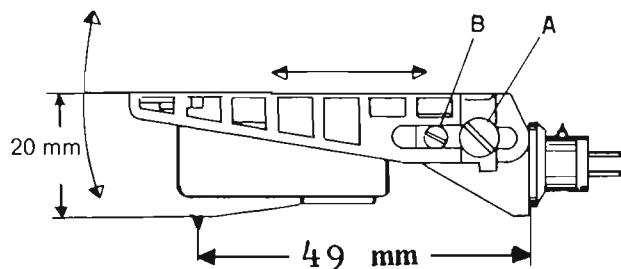

Fig. 4
- a) Desserrer légèrement les deux vis A de chaque côté de la tête amovible et la petite vis B (voir fig. 4).
- a) Die beiden Schrauben A auf jeder Seite des abnehmbaren Tonabnehmerkopfes und die kleine Schraube B (siehe Abb. 4) etwas lösen.
- c) Den Tonarm auf eine Schallplatte legen (vorsichtshalber keine wertvolle Platte benutzen) und den vertikalen Abtastwinkel einstellen, indem man den Tonabnehmerkopf mehr oder weniger gegenüber dem Tonarm neigt (senkrechter Pfeil in Fig. 4).
Cette distance est optimum (230 mm) lorsque la pointe de lecture se trouve à 49 mm de la surface arrière verticale de la tête amovible. (voir fig. 4). Après ce réglage, serrer les deux vis A.
Dieser ist optimal eingestellt, wenn der Abstand zwischen Nadelspitze und Hinterkante des Tonkopfes 49 mm beträgt (siehe Fig. 4). Nach dieser Einstellung sind auch die Schrauben A wieder anzuziehen.